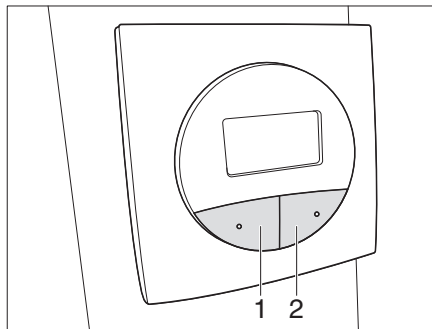

Bild 43 Panel Satellitenanlage Teleco
- SAT Taste (Bild 43,2) **zweimal** drücken.
- Taste PARK (Bild 43,1) drücken.